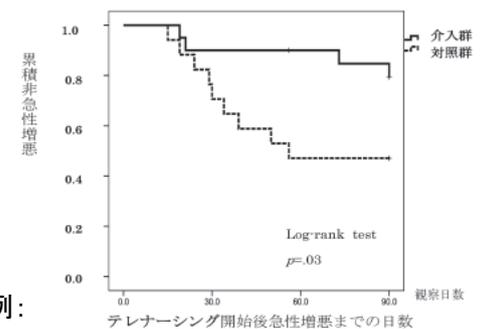

図2 テレナーシング介入中の急性増悪
- 患者用端末の仕様: ①携帯性向上→タブレット端末、②タッチ操作に不慣れ→操作性の低下を抑えた画面レイアウト、③オペレーティングシステム→Android
- 在宅モニタリングに基づくテレナーシングは、COPD患者の在宅酸素療法実施の急性増悪発症予防および発症回数を低下させる可能性が示唆された(図2)。急性増悪症状出現までの平均日数は、介入群80.5日、対照群59.8日で、介入することの有効性が示された。